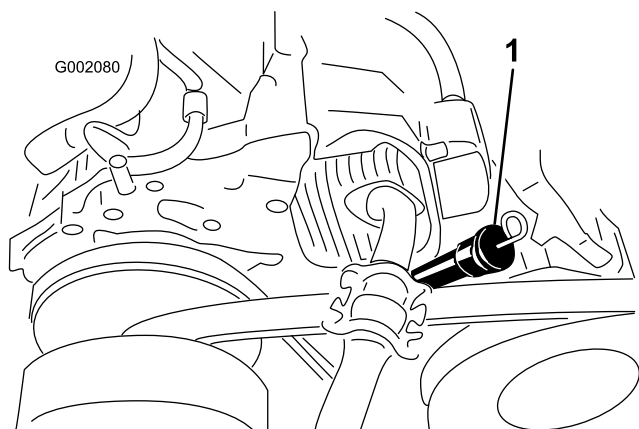

Figura 39
- Limpe em redor da vareta de óleo e bocal de enchimento e retire a vareta (Figura 39).
- Deite o óleo especificado no bocal de enchimento até que o nível de óleo atinja a marca “Full” (Cheio) da vareta (Figura 39).
- Insira a vareta completamente no bocal de enchimento, retire a vareta e verifique o nível do óleo (Figura 39).
- Instale a vareta no bocal de enchimento até que a vareta se encontre firmemente no sítio (Figura 39).